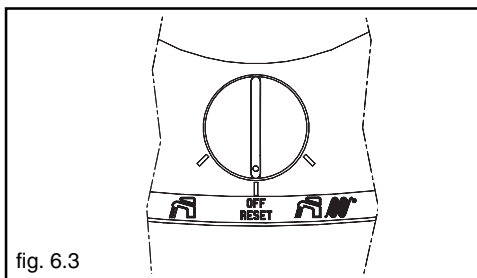

fig. 6.3
Portare il selettore di funzione sul simbolo OFF-RESET, quindi riposizionare lo stesso su «» o « » (fig. 6.3).
- portare il selettore di funzione su OFF-RESET (fig. 6.3)